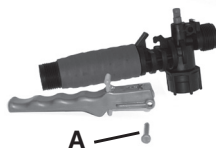

Figure 2
- 2) Retirez la cheville de retenue (A) (figure 2), placez l'extrémité à encoche de la cheville sur une surface dure et poussez vers le bas. Retirez la cheville de retenue et glissez pour sortir la poignée de la soupape